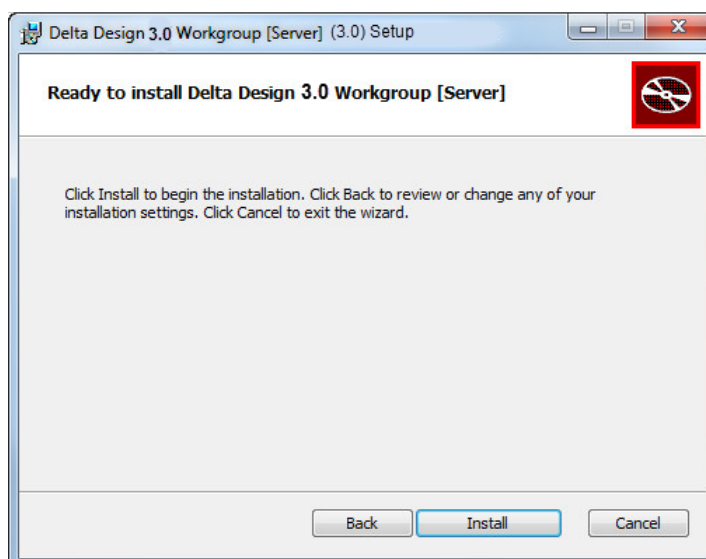

Рис. 11 Старт установки
6. Нажмите кнопку «Install» в следующем окне для продолжения установки, см. Рис. 11.